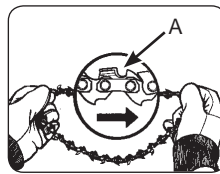

Abb. 4A
1. Breiten Sie die Kette in einer Schlaufe aus, wobei die Schnittkanten (A) im Uhrzeigersinn um die Schlaufe herum ausgerichtet sind (Abb. 4A).